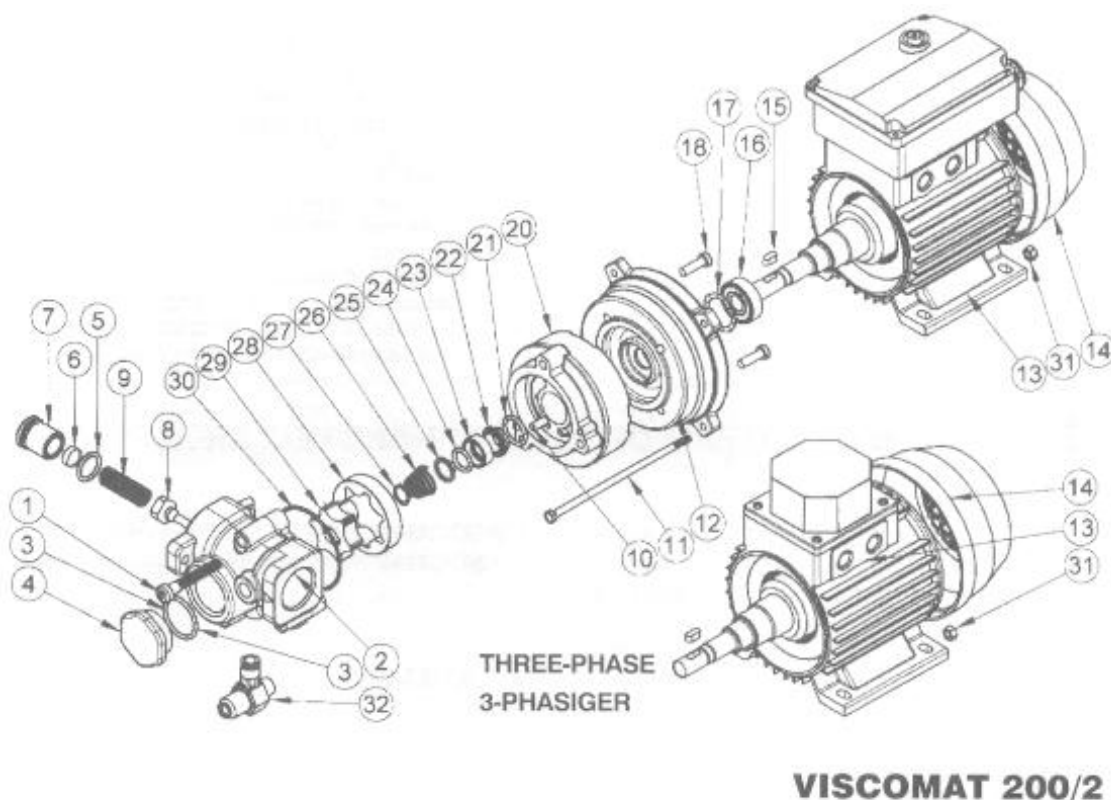
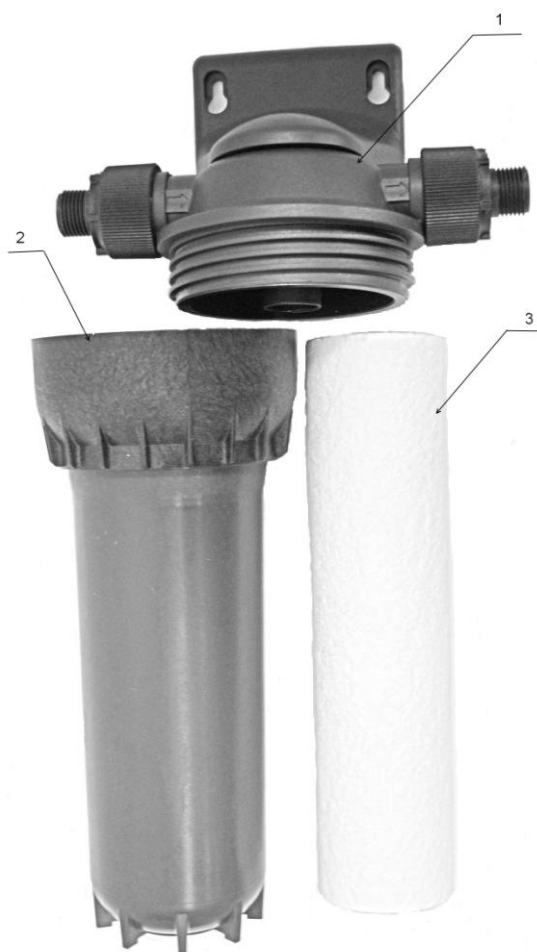

Рис. 20. Схема разборки насоса
Рис.21. Фильтр тонкой очистки топлива.
7. Проверка загрязнения фильтра топливного насоса (Рис.20) и фильтра тонкой очистки (Рис.21).
4.5.2 Обслуживание фильтра тонкой очистки заключается в замене фильтрующих вставок из полипропилена, размер 20", фильтрующая способность 20 мкм. Для замены отверните колбу фильтра (Рис.21 поз.2), от корпуса фильтра (Рис. 21 поз.1) , замените фильтрующую вставку (Рис.21 поз.3), установите колбу на место. Замена вставок производится ежемесячно при сильной загрязненности масла еженедельно.
Корпус насоса проверяется на наличие механических повреждений, масляных подтеков со стороны прокладки 4, а также проверяется герметичность болтовых соединений 1 (Рис. 20).
Очистка топливного насоса проводится ежемесячно, при сильном загрязнении топлива – еженедельно в течение всего отопительного сезона, предварительно демонтировав его, согласно пункту 4.5.1 (Рис. 20), в виде продувки фильтра сжатым воздухом. После сбора насоса, согласно пункту указанному выше, необходимо промыть его дизельным топливом.